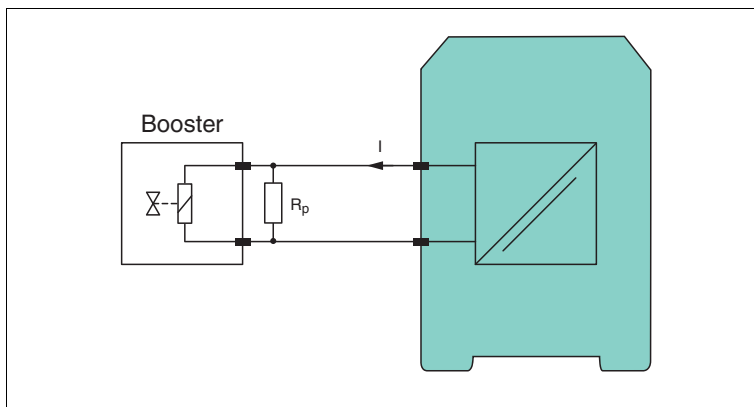

Abbildung 6.3 Parallelwiderstand am Boosterventil
1. Ist der Parallelwiderstand R_p groß, bzw. der Ruhestrom I_{quiet} des Ventils klein, so wird unter Umständen der Kondensator C geladen und das Ventil schaltet unbeabsichtigt. Abhilfe schafft hier ein Parallelwiderstand von $R_p = 4,7 \text{ k}\Omega \dots 10 \text{ k}\Omega$ an den Klemmen des Ventils (→ siehe Abbildung 6.3 auf Seite 15).